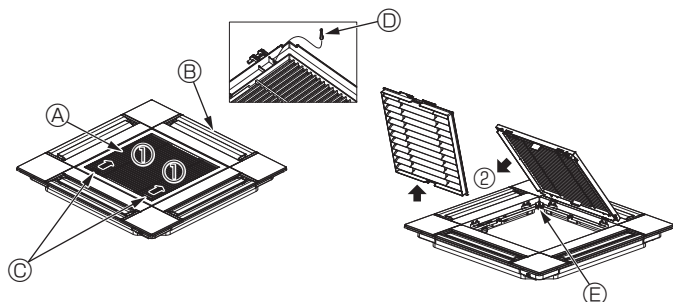

Fig. 10-3
10.2.1. Rimozione della griglia di ingresso (Fig. 10-3)
- Far scorrere le leve nella direzione indicata dalla freccia ① per aprire la griglia di ingresso stessa.
- Con la griglia di ingresso in posizione "aperta", rimuovere la cerniera della griglia stessa, come indicato dalla freccia ②.